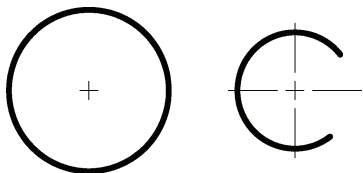

图 8-32 圆心标记示例
**【例 8.7】** 在图 8-32 所示的圆及圆弧中间增加圆心